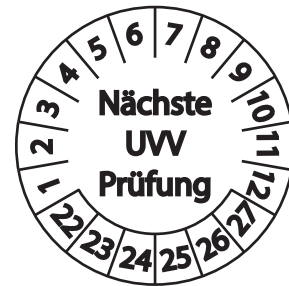

Abb. A2.10
- PERI empfiehlt die Anschlagereinrichtung mit einer Kennzeichnung für das Datum der nächsten Prüfung zu versehen. (Abb. A2.10)